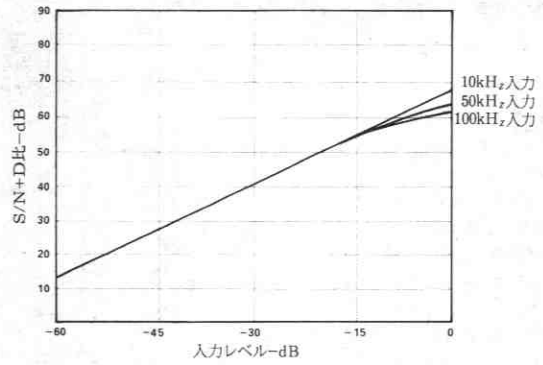
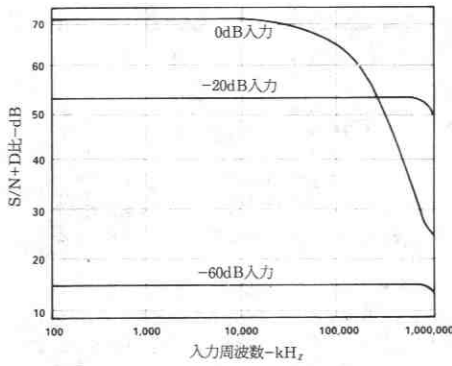

図13. 入力レベル対S/N+D ($f_{SAMPLE} = 200KSPS$)
図14. 入力レベルと入力周波数対S/N+D
3. 高周波および他の振幅の入力信号に関しては図13と図14を参照ください。